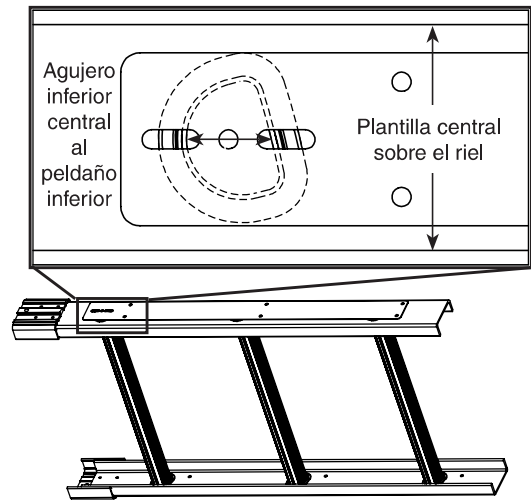

Fig. 2
8. Centre el orificio inferior de la plantilla de perforación en el centro del peldaño inferior de la sección de la base. (Fig. 2)
9. Manteniendo el orificio inferior de la plantilla de perforación centrado en el peldaño inferior, asegúrese de que la plantilla de perforación esté centrada en el riel de la escalera. La parte superior e inferior de la plantilla deben estar a la misma distancia de los bordes del riel de la escalera. (Fig. 2)